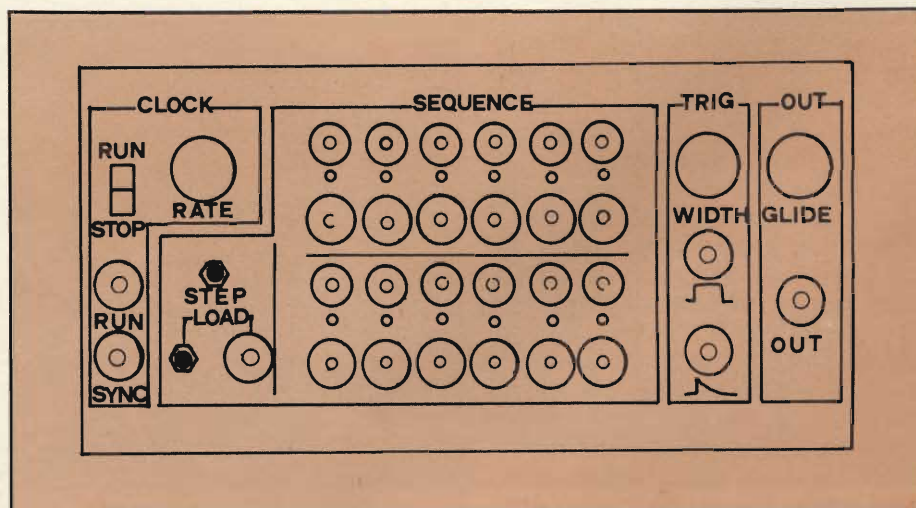

Fig. 1 - Disegno del pannello frontale che pone in evidenza i diversi blocchi funzionali che compongono il sequencer.
Se osserviamo bene la fig. 1, il sequencer può ben essere distinto in 4 blocchi fondamentali, profondamente legati fra loro, seppur distinguibili e analizzabili separatamente. I blocchi in questione sono:
**NOTA IMPORTANTE SUL FUNZIONAMENTO DI J3 (LOAD INPUT):** ricordate come tale entrata serve a caricare il PRIMO stadio del contatore. Ma ricordate anche che l'informazione di «load» viene presa SOLO sulla parte DISCENDENTE dell'impulso di load. Vedi fig. 1.